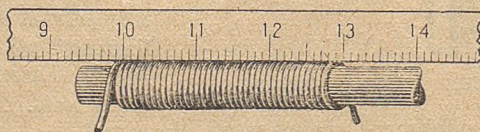

Рис. 6. Кыдз масштабнöй линейкайн меряйтсö вöснит проволокалөн диаметр.
2. Каттыны карандаш выlö топытика проволокалысь 20—30 виток (катын) (рис. 6).